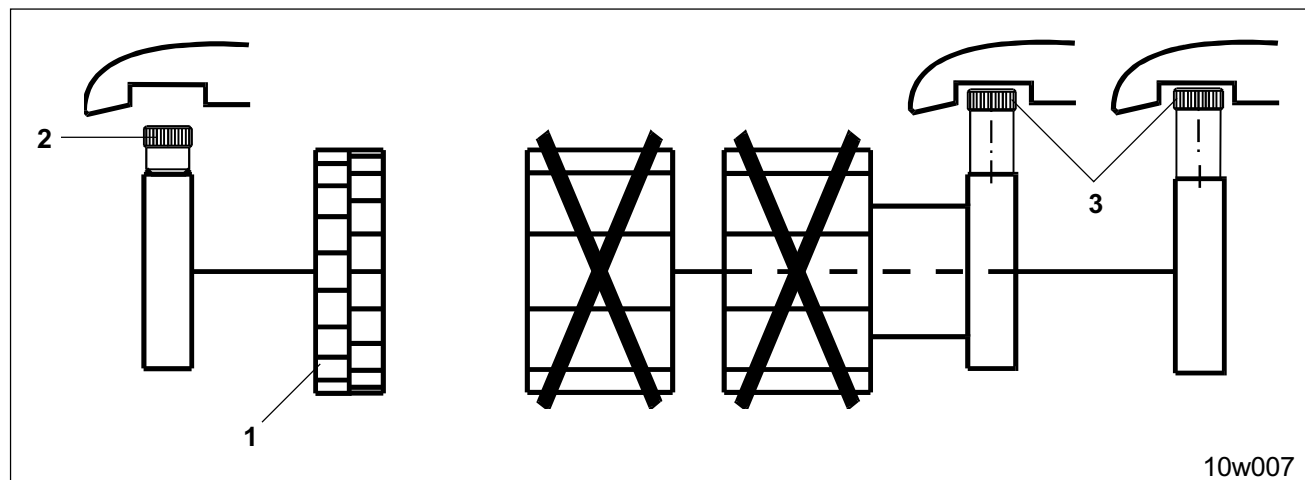

Fig. 11.6
Для посева высевającej катушкой для мелкосемянных культур (Рис. 11.6/1):
- Завинтите винт с накатанной головкой (Рис. 11.6/2) высевającej катушки для мелкосемянных культур.
- Выкрутите винты с накатанной головкой (Рис. 11.6/3) обеих основных высевających катушек.